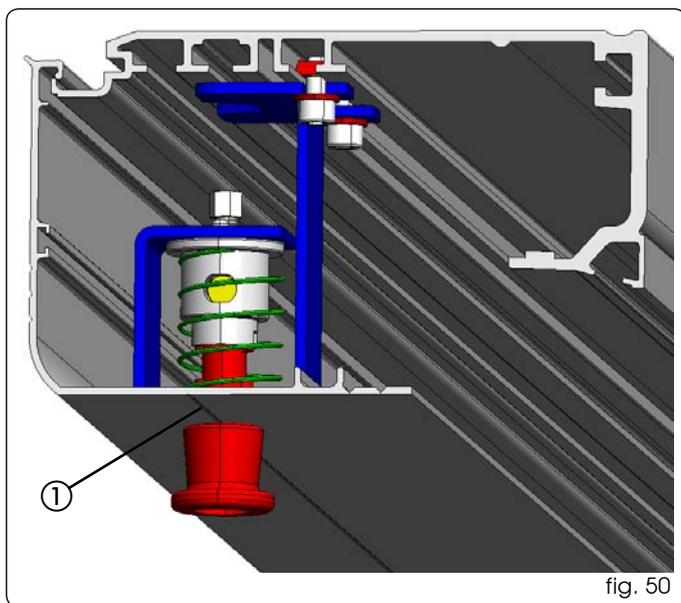

fig. 50
Per agevolare il foro prendere come riferimento la linea di fig. 50 rif. ①.